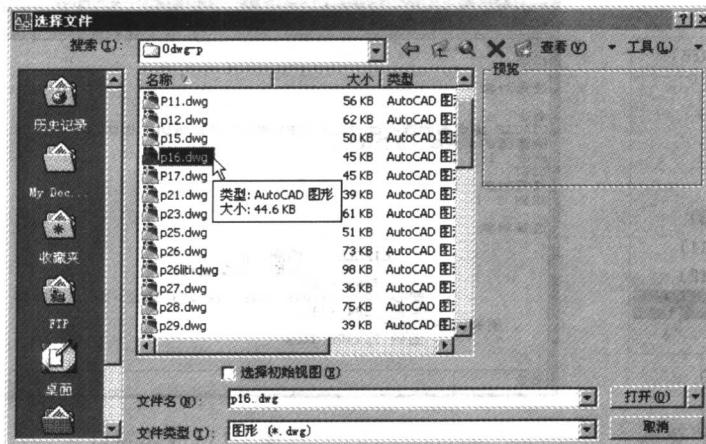

图 1-15 “选择文件”对话框
在 AutoCAD 2008 界面中，单击标准工具栏的“打开”图标按钮或单击菜单“文件”→“打开”或使用快捷键〈Ctrl+O〉或在命令行输入命令“OPEN”，可打开“选择文件”对话框，如图 1-15 所示。在“文件类型”列表框中用户可选择图形 (.dwg)、标准 (.dws)、DXF (.dxf)、样板文件 (.dwt)，并选择要打开的文件，然后单击“打开①”图标按钮，则可打开该文件。